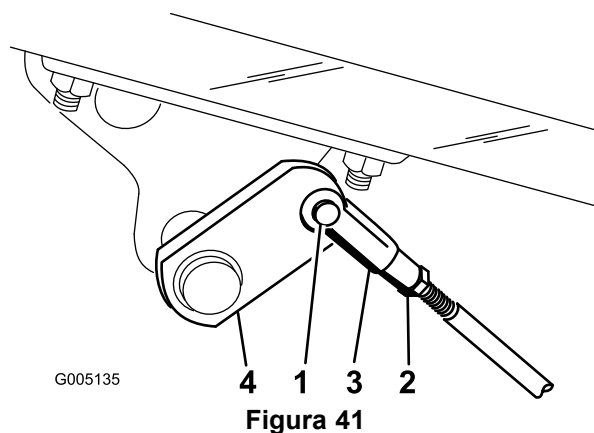

Figura 41
2. Nel caso in cui i freni non si blocchino in modo uniforme, togliete la coppiglia ed il perno del cavallotto per scollegare le aste dei freni (Figura 41).
3. Allentate il controdado e regolate il cavallotto come opportuno (Figura 41).
4. Montate il cavallotto sull'albero del freno (Figura 41).